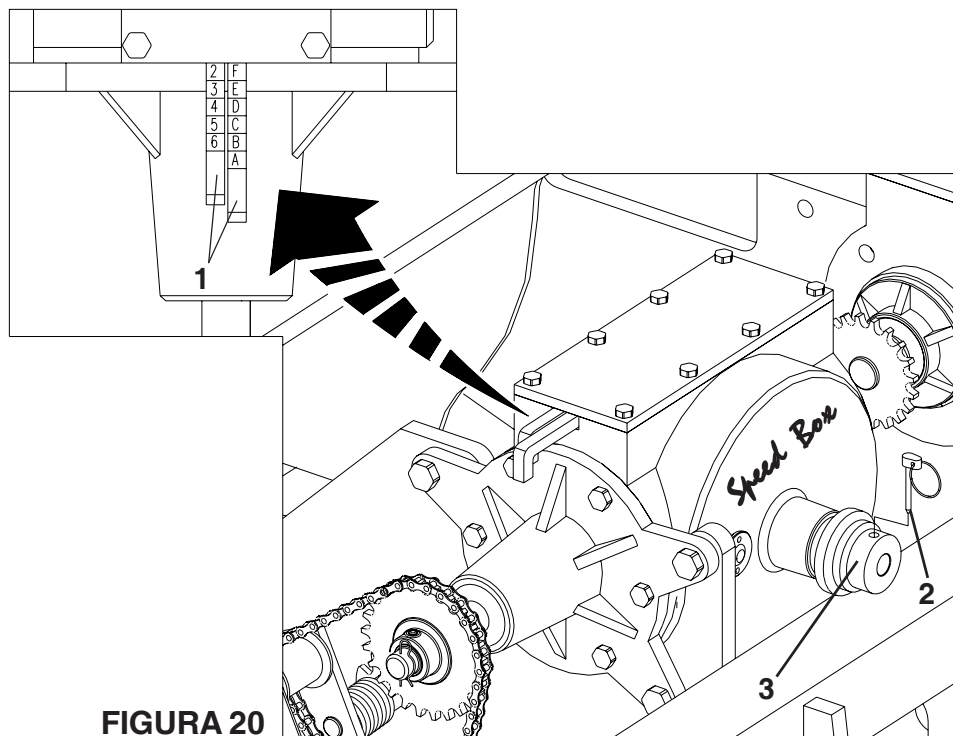

FIGURA 20
CAIXA DE VELOCIDADES *Speed Box* (FIGURA 20)
- 2 - Para regulagem de semente, selecione a quantidade desejada nas tabelas e verifique a combinação correspondente das alavancas (1). Exemplo: posição **F 2**, indica que a alavanca com letras deve estar na posição “**F**” e a alavanca de números deve estar na posição “**2**” conforme detalhe da (FIGURA 20).
- 3 - Para movimentar as alavancas, retire a trava (2), puxe a manopla (3), em seguida regule as alavancas. Ao terminar a combinação, retorne a manopla (3) e recoloca a trava (2).